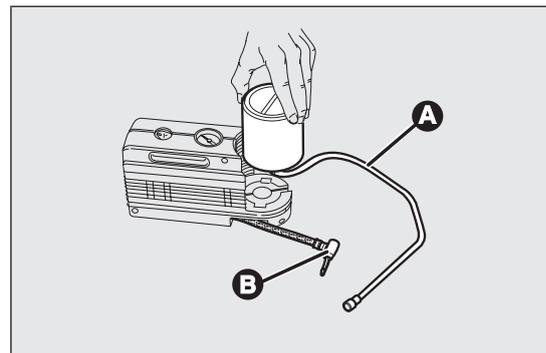

fig. 156
- desconectar el acoplamiento B fig. 156;